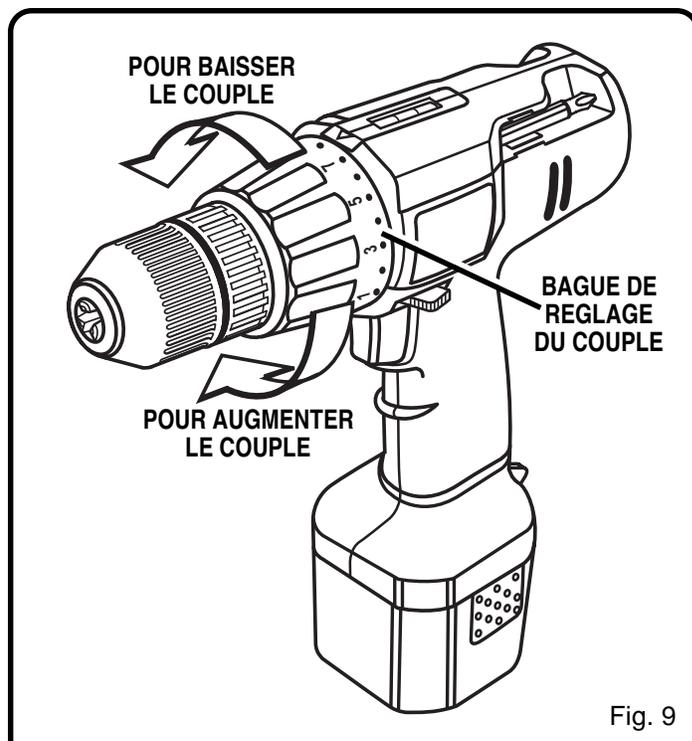

Fig. 9
Réglez le couple en tournant l'anneau de réglage du couple. Voir la figure 9. Le couple est plus important quand l'anneau de réglage est réglé à une valeur supérieure. Il est moindre quand l'anneau de réglage est réglé à une valeur inférieure.
- Repérez l'indicateur de couple à 24 positions situé sur l'avant de votre perceuse. Voir la Figure 9.